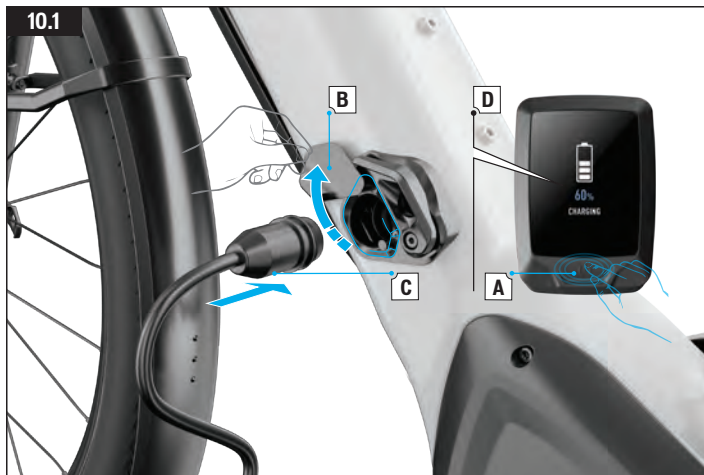

Abb. 10.1
- Sobald der Akku lädt, sollten Sie visuelle Hinweise auf dem MasterMind TCD-w sehen (Abb. 10.1 D), die den Ladestatus anzeigen.
- Während des Ladevorgangs leuchtet die Diode am Ladegerät dauerhaft rot (1). Wenn der Akku vollständig aufgeladen ist, leuchtet die Diode des Ladegeräts dauerhaft grün (2).